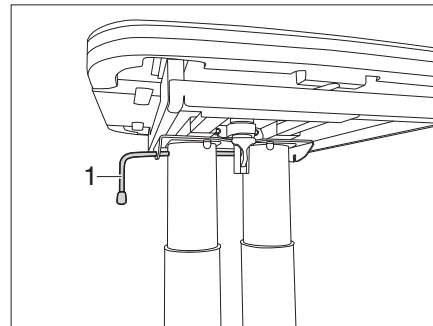

Bild 105 Tisch verriegeln
- Den Verriegelungshebel (Bild 105,1) nach links schwenken. Die Verriegelung ist offen.
- Den Verriegelungshebel (Bild 105,1) nach rechts schwenken. Der Hubtisch ist verriegelt.